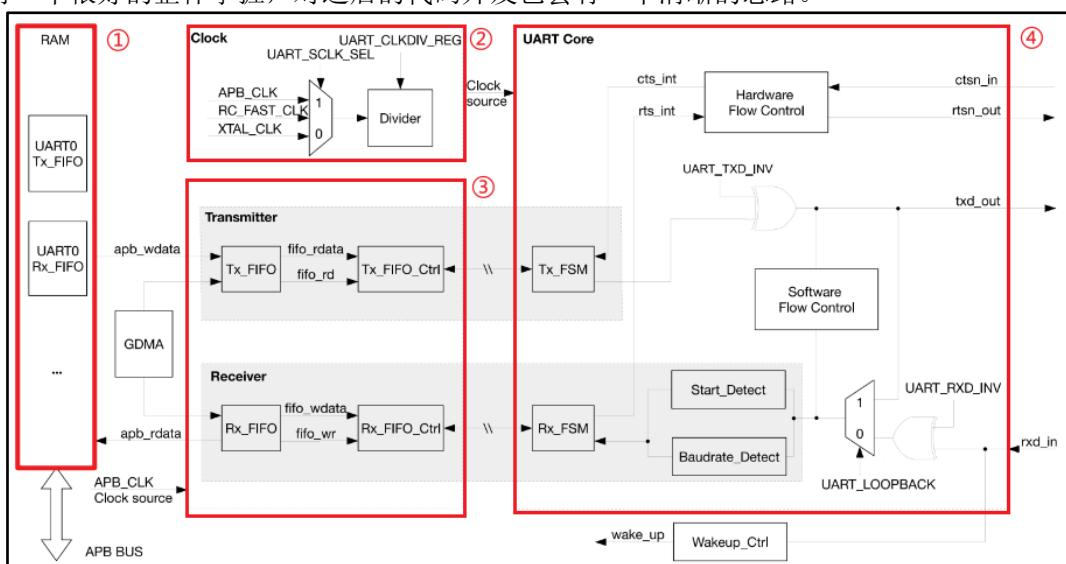

图 13.1.4.1 UART 框架图
下面先来学习如图 13.1.4.1 所示的 UART 框架图。通过框架图引出 UART 的相关知识，从而有一个很好的整体掌握，对之后的代码开发也会有一个清晰的思路。
UART 作为异步通信的外设，它的寄存器配置模块与 TX/RX/FIFO 都工作在 APB\_CLK 时钟域内，而控制 UART 接收与发送的 Core 模块工作在 UARTCore 时钟域。Clock 有三个时钟源，如图 13.1.4.1 中的②所示，分别为：APB\_CLK、RC\_FAST\_CLK 以及晶振时钟 XTAL\_CLK，他们可以通过配置寄存器 `UART_SCLK_SEL` 来选择使用哪个时钟作为时钟源。选择后的时钟源通过预分频器(Divider)分频后进入 UART Core 模块。该分频器支持小数分频，分频系数为：